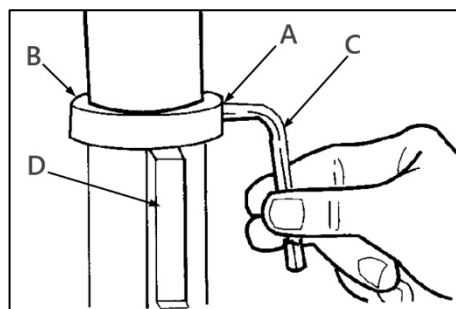

Рисунок 3.
Ослабьте установочный винт (А) (рис. 3) на зажимном кольце (В) при помощи шестигранного ключа 3 мм (С), снимите кольцо и зубчатую рейку (D) с колонны.
Установите зажимное кольцо (В) (рис. 3), затяните установочный винт (А) при помощи шестигранного ключа 3 мм (С), чтобы зубчатая рейка (D) могла перемещаться при повороте стола влево или вправо вокруг колонны. Кольцо должно сидеть на зубчатой рейке свободно, перпендикулярно вертикальной оси.